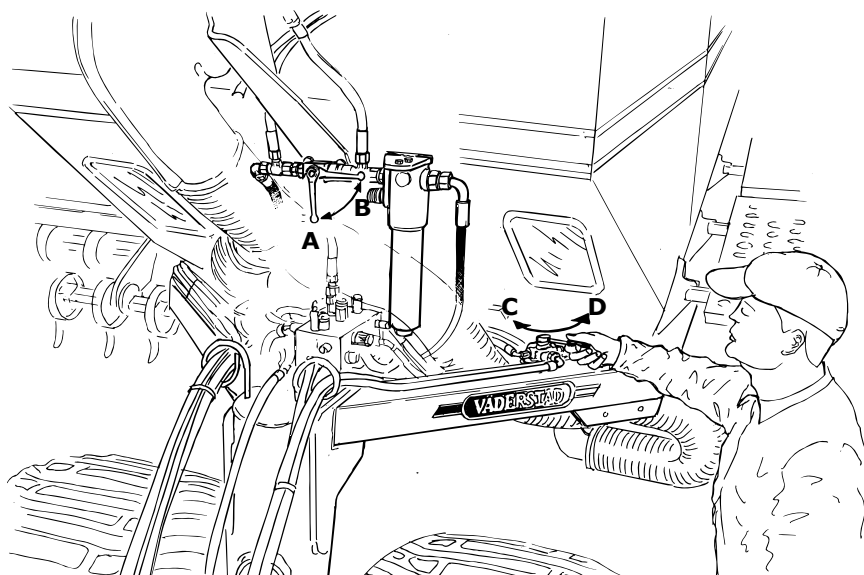

Figure 14.94
- 18 Nastavte směr otáčení šneku hnojiva otočením spodního ventilu do polohy D. Viz "Figure 14.94". Mají-li být oba oddíly v zásobníku osiva použity pro osivo, musí zůstat ventil v poloze C..